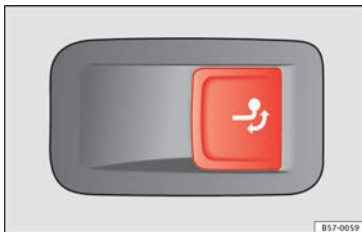

Fig. 217 Sul lato destro del bagagliaio: tasto per sbloccare il gancio a testa sferica.
- Premere brevemente il tasto » **fig. 217**. Il gancio a testa sferica si sblocca elettricamente e si gira automaticamente verso l'esterno. La spia di controllo del tasto lampeggia » **fig. 217**.
• Premere brevemente il tasto » **fig. 217**. Il gancio a testa sferica si sblocca elettricamente.
- Girare il gancio a testa sferica sotto il paraurti con la mano fino a sentire che si fissa e fino a che la spia di controllo sul tasto non sarà costantemente accesa » **fig. 217**.
- Se la spia di controllo del tasto » **fig. 217** lampeggia, significa che il gancio a testa sferica non si è fissato correttamente o che è danneggiato » .
- Non premere mai il tasto »» fig. 217 quando un rimorchio è agganciato o un portapacchi o un altro accessorio è montato sul gancio a testa sferica.